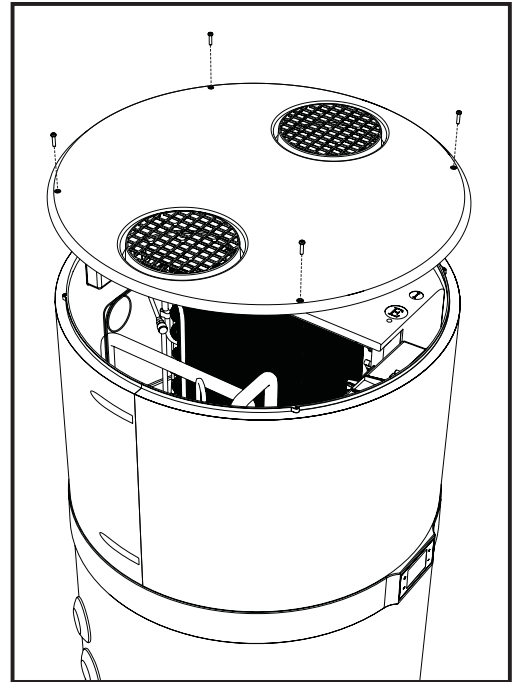

fig. 25 - Rimozione copertura superiore
- Rimuovere la copertura superiore svitando prima le apposite viti di bloccaggio (fig. 25).